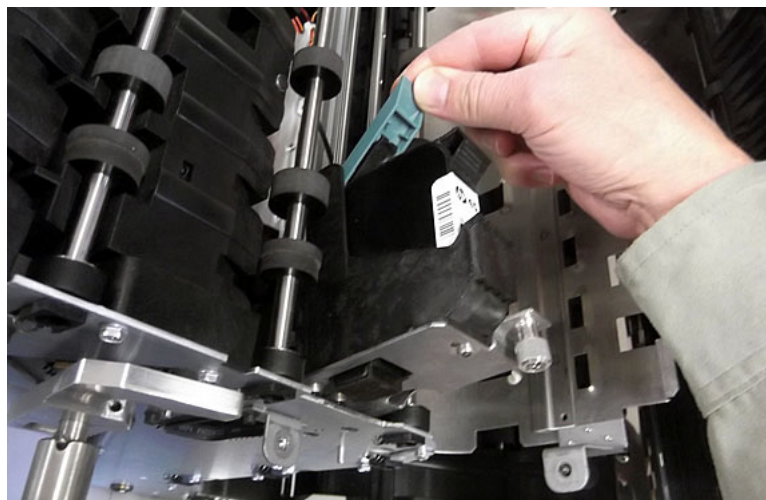

Abbildung 5-7: Patronenfreigabehebel
6. Schieben Sie den Patronenfreigabehebel aus dem Weg (siehe Abbildung 5-7).